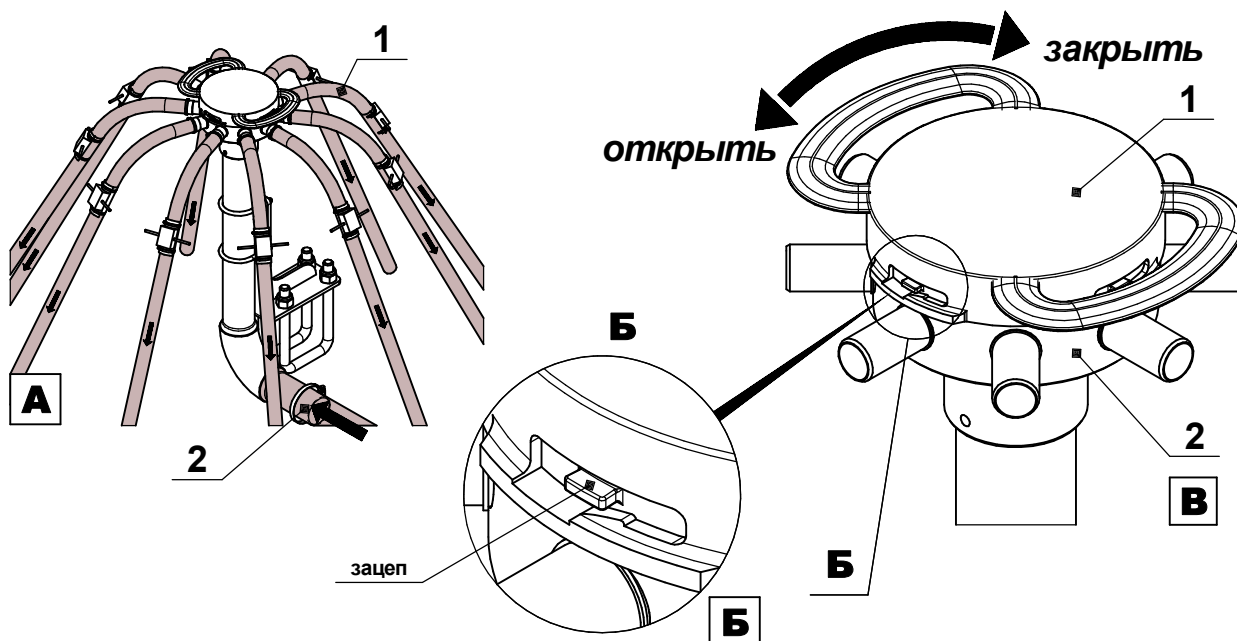
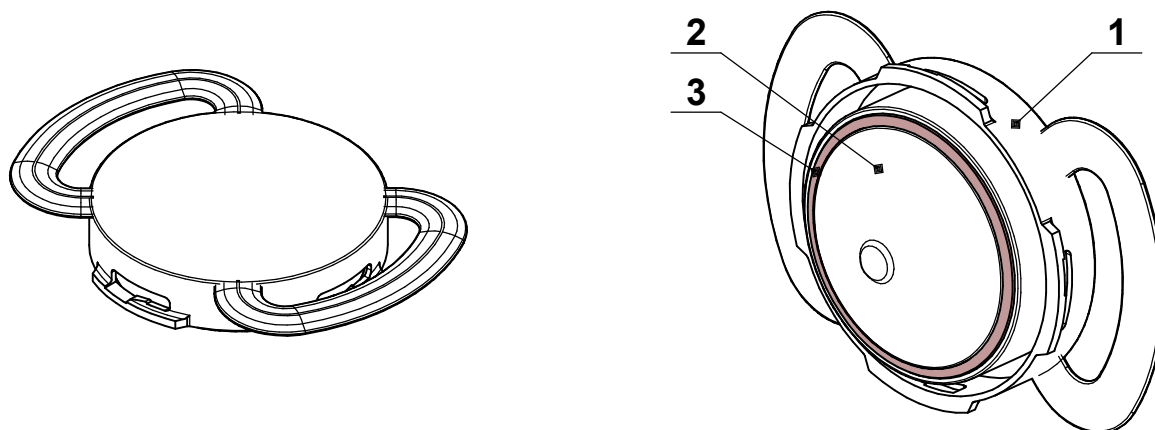

Рис.3.9 - Башня распределения посевного комплекса FEAT AGRO серии «N-6000» / «N-7000» / «N-8000» / «N-9000» / «N-10500» / «N-12000».
Рис.4 - Крышка башни распределения посевного комплекса FEAT AGRO серии «N-6000» / «N-7000» / «N-8000» / «N-9000» / «N-10500» / «N-12000».
На посевных комплексах устанавливаются полимерные, быстро обслуживаемые, многоканальные башни распределения, от 6 до 12 каналов **рис.3.9 А**, в зависимости от ширины комплекса и количества рабочих органов, к которым подводится транспортируемый материал.
При повороте крышки (**поз.1 рис.3.9 В**) башни распределения вправо, происходит расфиксация крышки и корпуса (**поз.1 и 2 рис.3.9 В**), башня готова к техническому обслуживанию, при повороте крышки в лево происходит зажим прокладки крышки **поз.3 рис.4**, герметизация и фиксация крышки и корпуса.
В связи с полимерными материалами корпуса и крышки (**поз.1 и 2 рис.3.9 В**) распределительной башни необходимо соблюдать осторожность при работе с ними и при обслуживании.
10. Если засор находится не во вторичном шланге или сошнике, снимите крышку с башни (**поз.1 рис.3.9 В**) и очистите кольцо коллектора (корпус башни) (**поз.2 рис.3.9 В**).